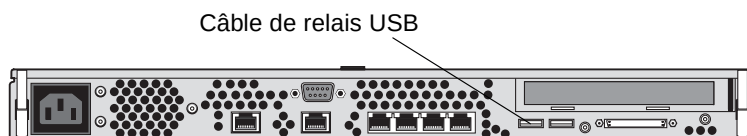

FIGURE B-3 Processeur de service de stockage : Connexion du câble de relais USB
3. Vous trouverez le câble de relais USB à l'arrière du processeur de service de stockage (voir FIGURE B-3). Il doit être branché au connecteur USB Relay In à l'arrière du panneau de service.